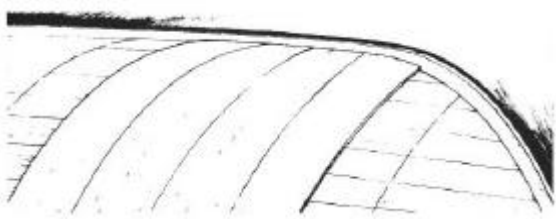

Figura 6-21 Encole la primera capa con una inclinación que permita un asentamiento plano.
2. Encole la primera chapa aproximadamente en medio del casco. Use el método de encolado de una etapa (Sección 3.4.2) con una mezcla de epoxi/aditivo de baja densidad. Grape el chapado para que se asiente plano sobre la superficie con una inclinación de 35° (*Figura 6-21*). Ajuste el ángulo lo suficiente para que el chapado se asiente plano en toda su extensión.